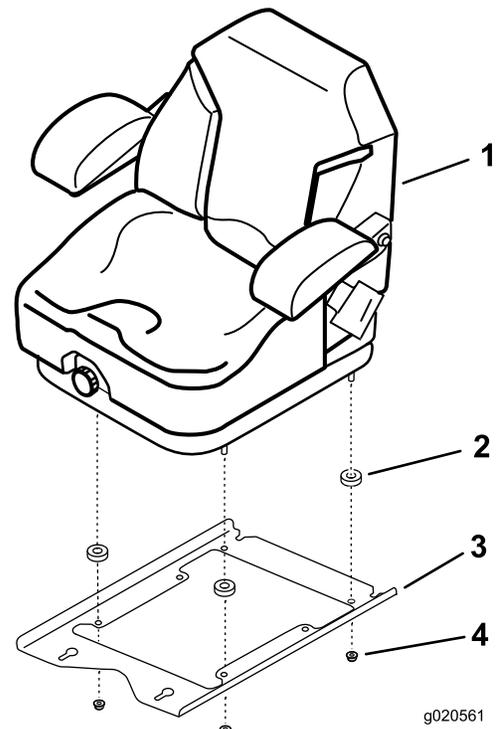

Figura 7
2. Instale un espaciador en cada uno de los espárragos del asiento (Figura 7).
3. Sujete el bastidor del asiento al asiento con 4 tuercas con arandela prensada (5/16 pulgada) (Figura 7).